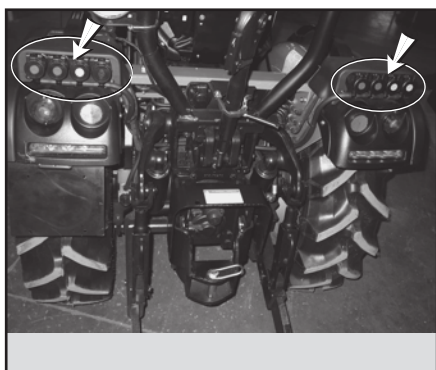

Fig. 5.69
Nella versione articolata (AR), le prese idrauliche sono poste appena sopra i parafranghi posteriori (Fig. 5.69).